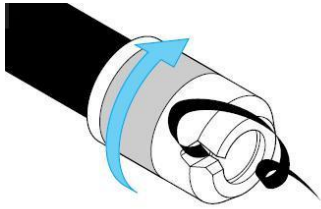

Bild 1
1. Rohr mit Ansräghülse von Hawle Nr. 6000 oder mit gleichwertigem Produkt ansrägen (siehe Bild 1)